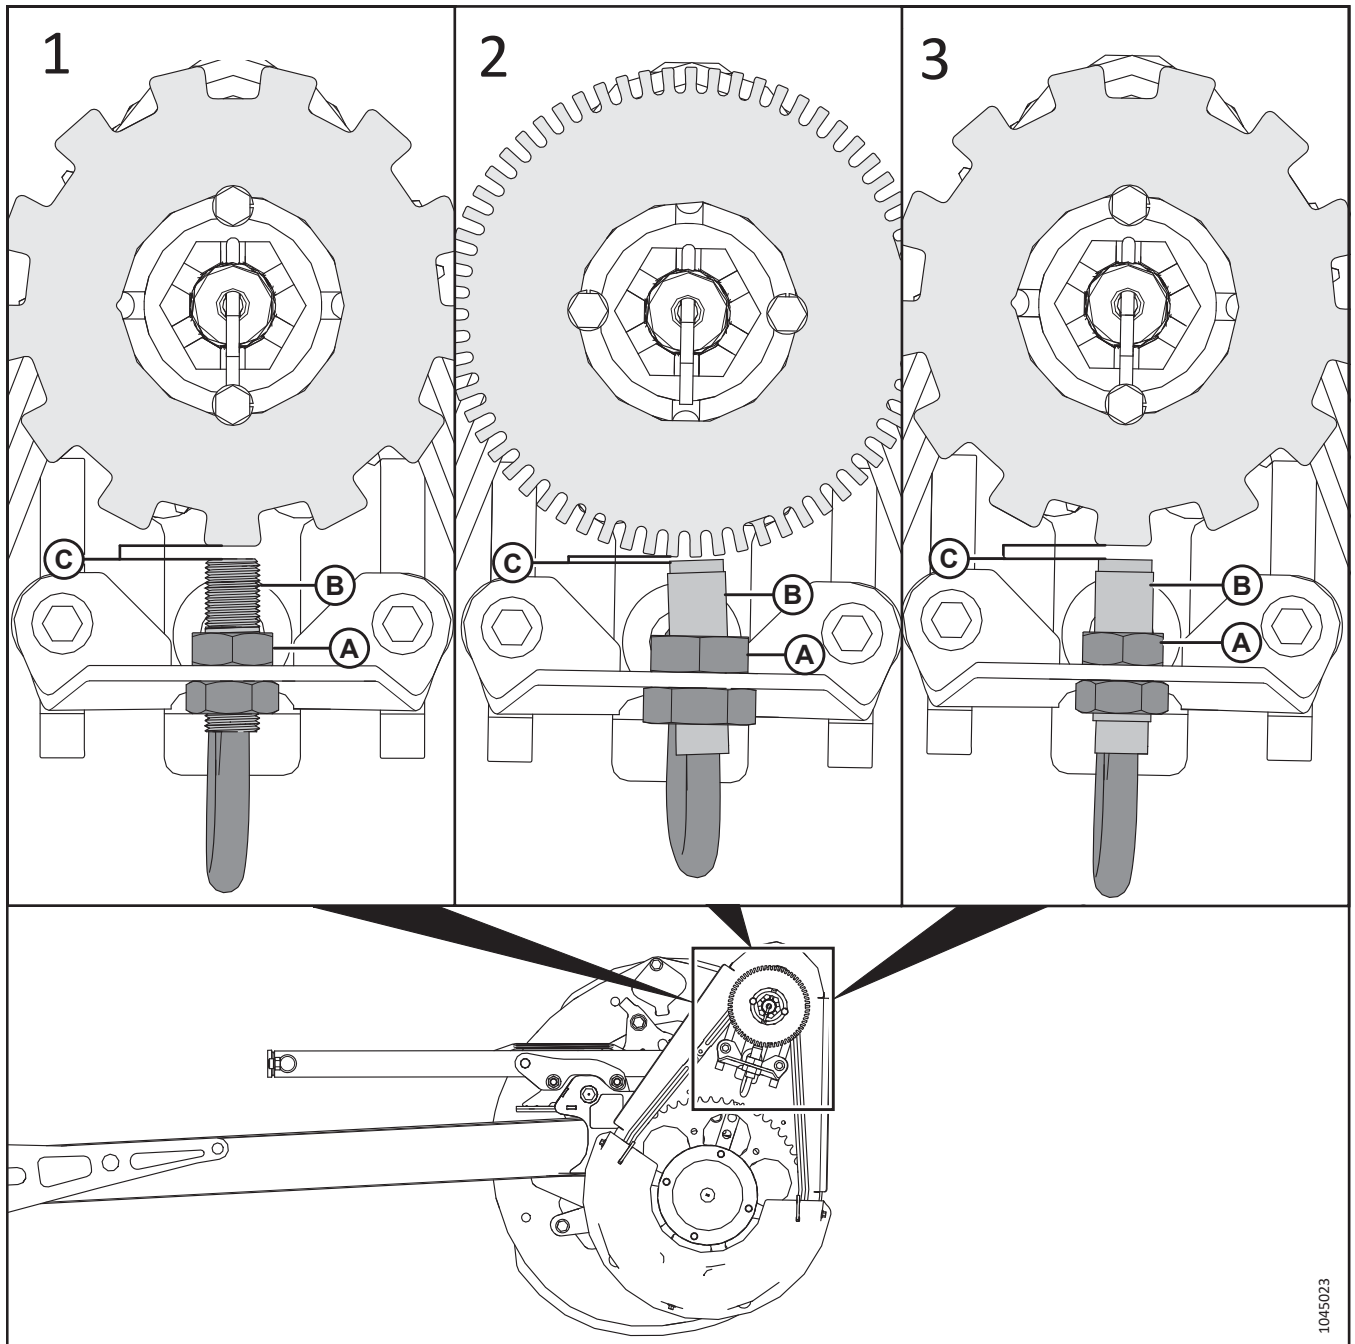

Abbildung 4.335: Haspeldrehzahlsensor- und Scheibenkonfigurationen
6. Die obere Mutter vom neuen Sensor entfernen und den neuen Sensor (B) auf die Halterung setzen. Mit der oberen Mutter (A) sichern.
7. Die Tabelle 4.4, Seite 778 und die Abbildung 4.335, Seite 779 verwenden, um den Sensortyp für den Mähdrescher zu bestimmen, und die Sensormuttern so einstellen, dass der Abstand (C) auf die folgende Spezifikation eingestellt wird:
- Den elektrischen Stecker (A) mit dem Schneidwerkskabelbaum verbinden und den Stecker nach vorne schieben, um die Halteklammer zu verriegeln.